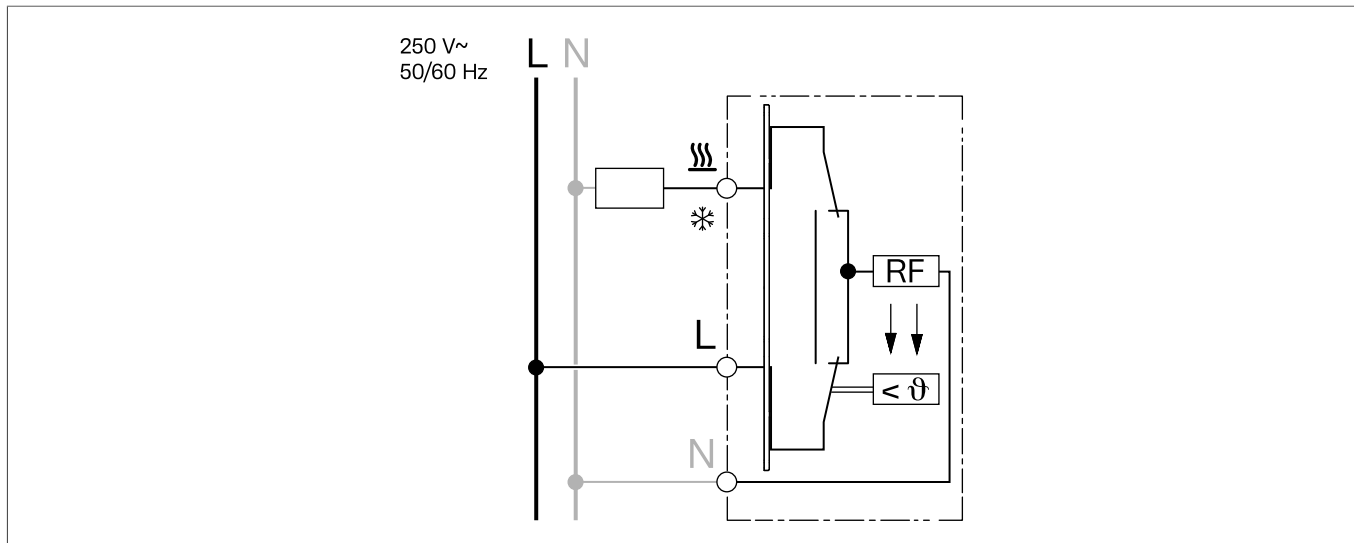

Bild 4: Anschlussplan
- 1 Regler (1) gemäß Anschlussplan (Bild 4) verdrahten.